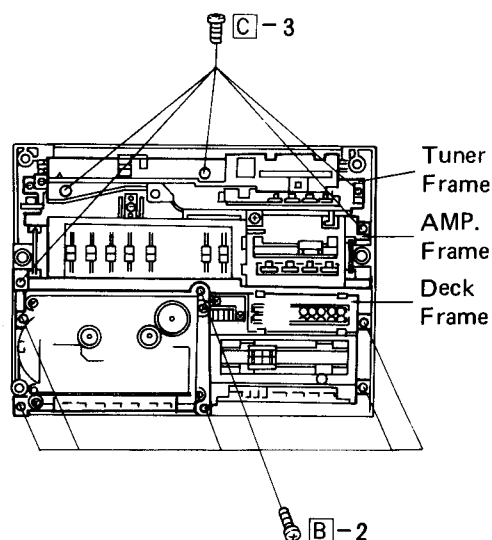

Fig. 8-3
2. Remove six screws from the deck frame and take the frame off. See Fig. 8-3.
3. Remove five screws from the amplifier frame and take the frame off. See Fig. 8-3.
2. Die sechs Schrauben vom Deckrahmen entfernen und den Rahmen abnehmen. Siehe Abbildung 8-3.
3. Die fünf Schrauben vom Verstärkerrahmen entfernen und den Rahmen abnehmen. Siehe Abbildung 8-3.
2. Retirer les six vis du bâti de la platine et enlever le bâti. Voir la fig. 8-3.
3. Retirer les cinq vis du bâti de l'amplificateur et enlever le bâti. Voir la fig. 8-3.